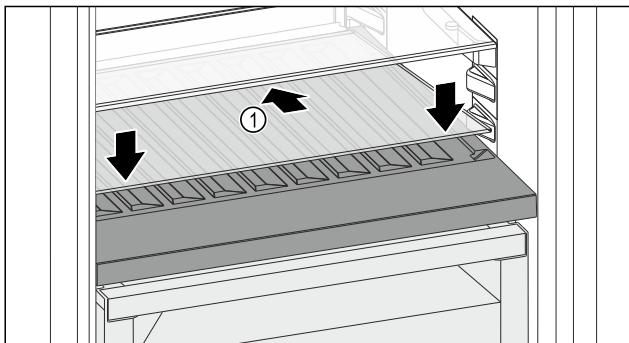

Fig. 144
- Поставете стъклена плоча Fig. 144 (1) косо и наклонена назад надолу.
- Спуснете стъклена плоча Fig. 144 (1) отпред.